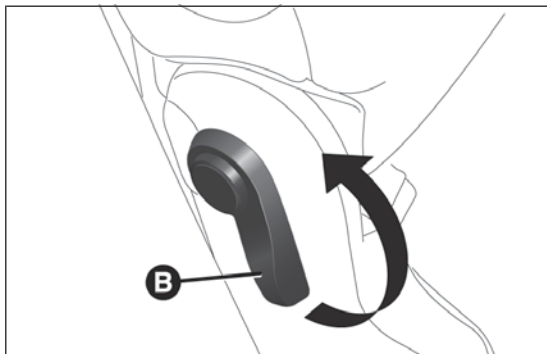
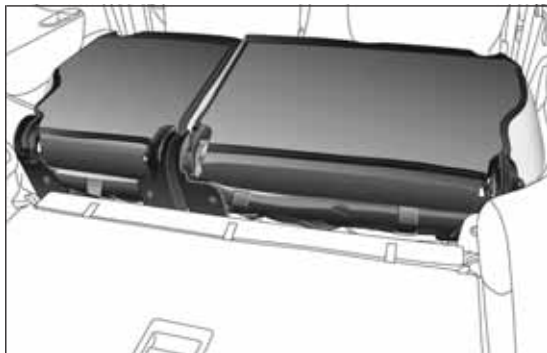

fig. 88
fig. 89
- ☐ levantar la palanca B fig. 88 para abatir el respaldo (ver fig. 89).
Para volver a colocar el respaldo en su posición normal, levantar la palanca B fig. 88 y, a continuación, levantar el respaldo.
Para volver a colocar el respaldo en su posición normal, levantar la palanca B fig. 88 y, a continuación, levantar el respaldo hasta alcanzar la posición de enganche vertical.